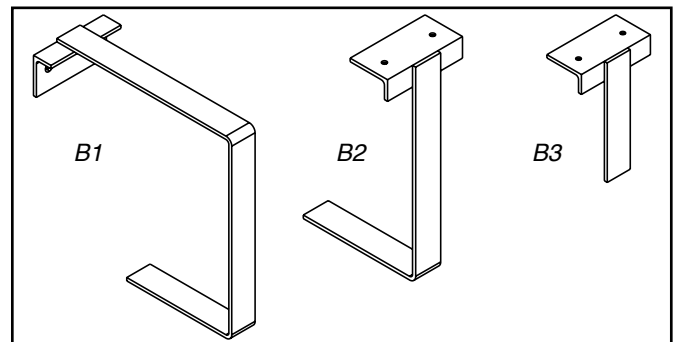

Abb. 12 : Stützbügel
- Stützbügel: siehe Abb. 12 und Tabelle 7